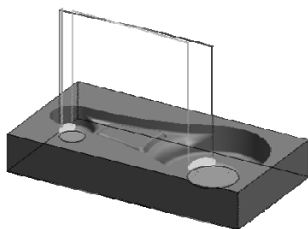

图 3-77 生成刀具轨迹
3) 单击鼠标右键确认,系统开始计算,稍后得出刀具轨迹如图 3-77 所示。